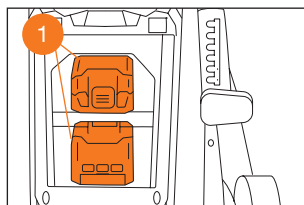

Рис. 12
- Вставьте аккумуляторы в разъемы газонокосилки ① (Рис. 12). Убедитесь в правильном расположении аккумулятора и соединении контактов.